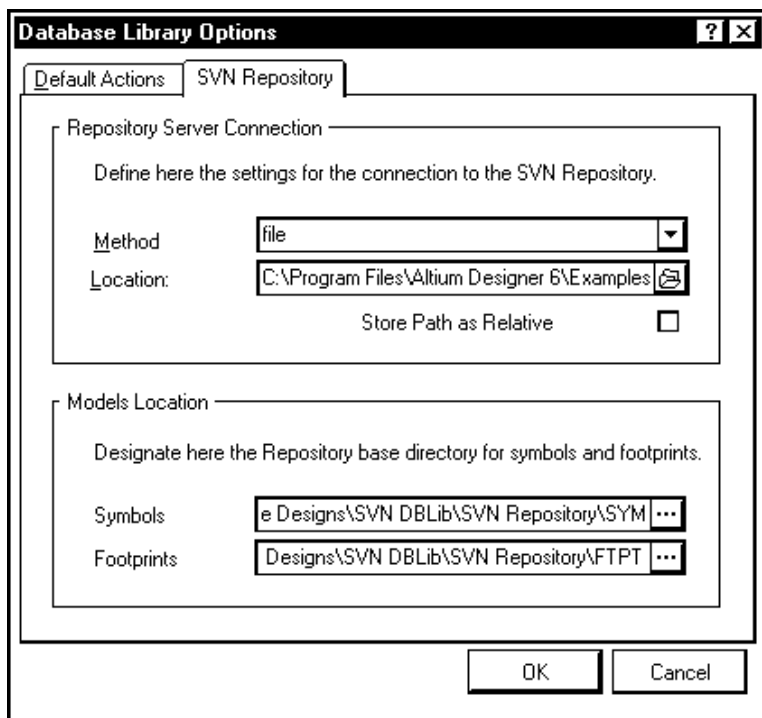

Рис. 12.10. Окно настройки связей библиотечной структуры SVNDBLib с депозиторием системы контроля версий
депозиториум системы контроля версий. Откроется диалоговое окно (рис. 12.10), на вкладке **SVN Repository** которого следует назначить:
- **Options** — активизировать диалог настройки связи с депозиторием системы контроля версий (см. рис. 12.10).